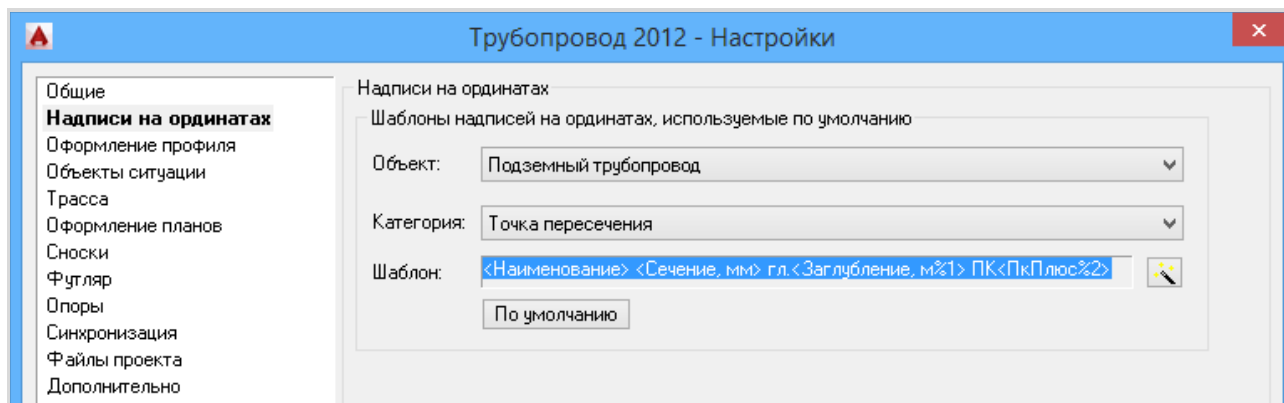

Рис. 70 Надписи на ординатах
**Чтобы отредактировать надписи на ординатах нужно** на вкладке **Надписи на ординатах** (меню **Трасса/Настройки** см.рис. 70) выбрать нужный объект и отредактировать строку **Выражение** в диалоговом окне **Построение шаблона** (см. Шаблоны надписей).